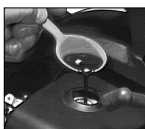

Fig. 9
- Fyll på en tesked ren tvätaksolja i förbränningskammaren (fig. 9). Dra startsnöret långsamt flera gånger för att oljan ska fördelas i motorns inre. Sätt i tändstiftet på nytt.